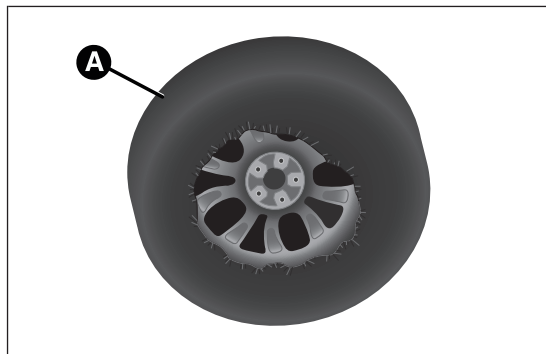

fig. 40
- insérer la roue crevée dans le sac prévu A fig. 40.